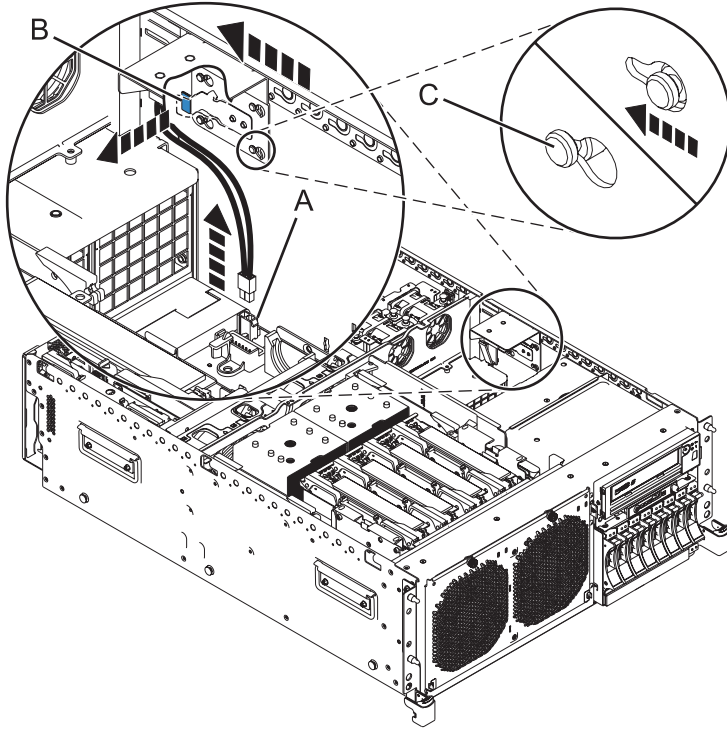
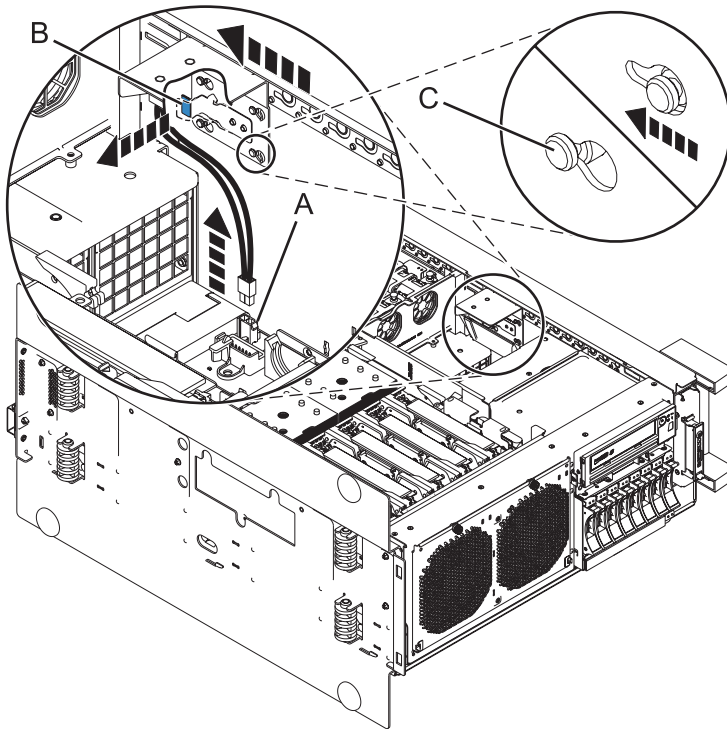

Figure 1. Retrait d'un commutateur de verrouillage d'alimentation dans un système monté en armoire
Figure 2. Retrait d'un commutateur de verrouillage d'alimentation d'un système autonome
7. Déconnectez le câble d'interface de son emplacement de connexion à la carte mère **(A)**, comme indiqué dans la figure 1, à la page 3 et la figure 2, à la page 3.